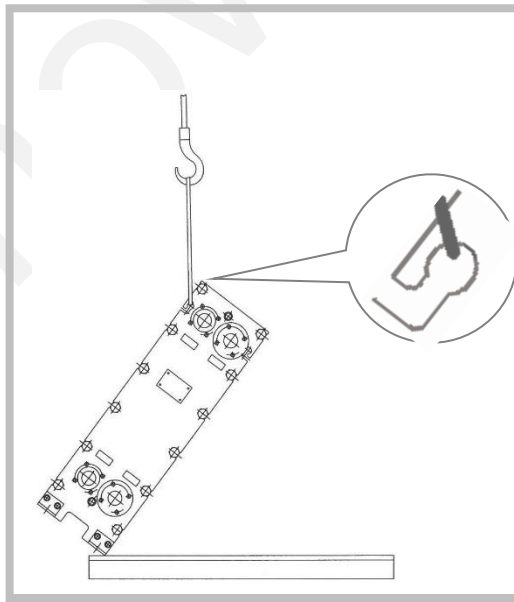

图 23
3. 慢慢地将板式换热器从托盘上抬起（图 23）。确保吊索牢牢固定在吊耳中。